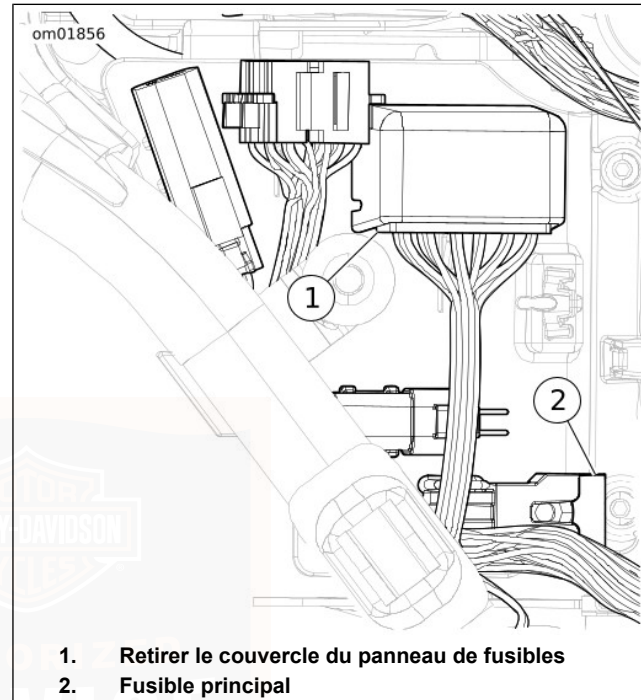

Figure 49. Emplacement du panneau de fusible et du fusible principal
3. Voir Figure 49. Retirer le fusible principal (2).
3. Voir Figure 49. Retirer le couvercle du panneau de fusibles (1).